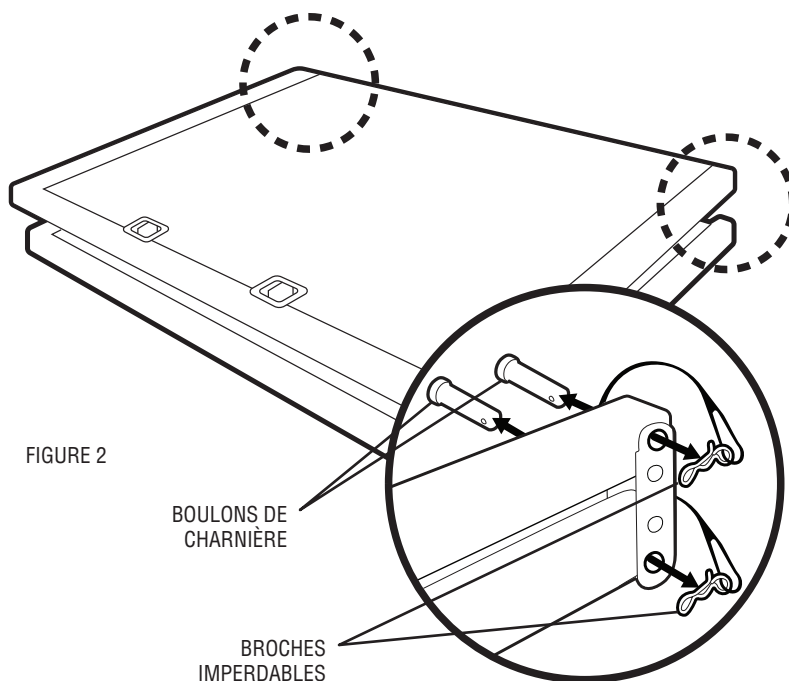

FIGURE 2
Retirez les (2) broches imperdables, puis retirez les (2) boulons de charnière (des deux côtés de la base) (FIGURE 2).